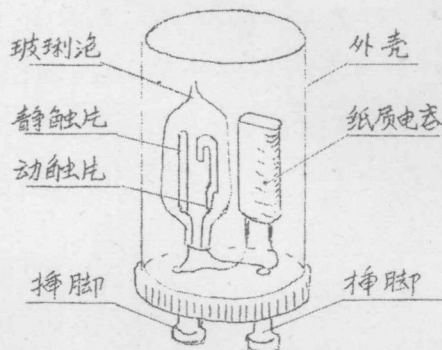

图 1 起动器
一个实际线圈是由漆包线绕制的，所以总是存在有一定的电阻的，实际的线圈一般不能看成一个纯电感，为此通常运用交流电压表，电流表及功率表分别测量其线圈在交流电路里的电压 U ，电流 I 以及功率 P ，实验接线如图 1 所示，由测量的数据可按下式分别计算线圈的电阻和感抗的数值。
調压器的原理如图1虚线框内部份所示，外形结构如图6所示，1—3，1—2为输入端，其額定电压分别为220V和110V，4—5为输出端，藉助滑动电刷在输出端可以得到0~250V连续可調的交流电压。
1. 按图1接线，且经仔细检查无误，方可合上电流。